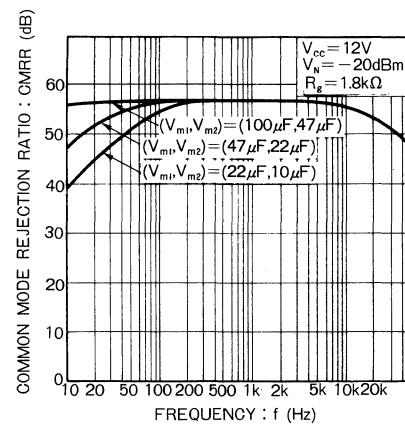

Fig.10 同相入力抑圧比－周波数特性
(1) 2pin ( $V_{m1}$ ), 6pin ( $V_{m2}$ )のコンデンサの容量については、リップル除去特性のために2:1の比を保ってください。2:1の比を保っていれば、コンデンサの容量が半分になっても、リップル除去率には大きな変動はありません。
(2) 2pin ( $V_{m1}$ )のコンデンサの容量を2倍、半分に設定すれば、低域の CMRR は +6dB, -6dB となります (Fig. 10)。